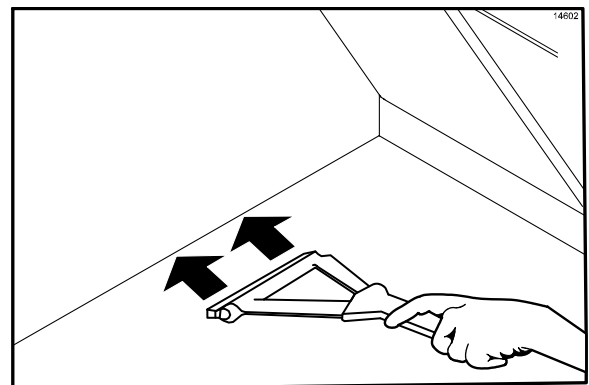

Figure 85
11. Utiliser le rouleau à essorer pour repousser le restant de graisse dans les tiroirs de récupération de la graisse (Cf. Figure 85).